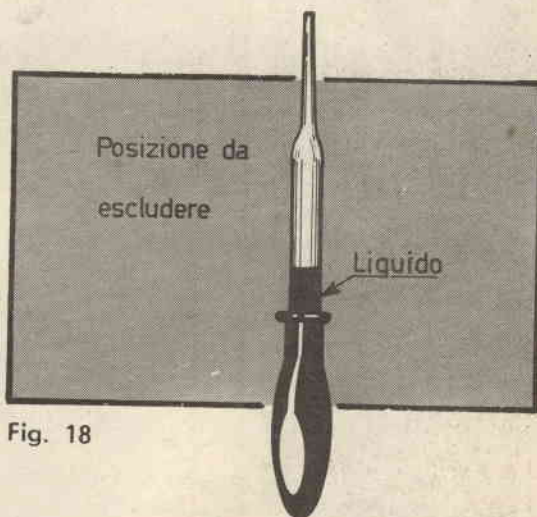

Fig. 18
d) Non bisogna, in qualunque momento, mantenere il contagocce in posizione rovesciata (fig. 18): il liquido potrebbe penetrare nella gomma e corroderla. Il gommino, inoltre, va spesso sfilato dal contagocce e sciacquato con acqua distillata.